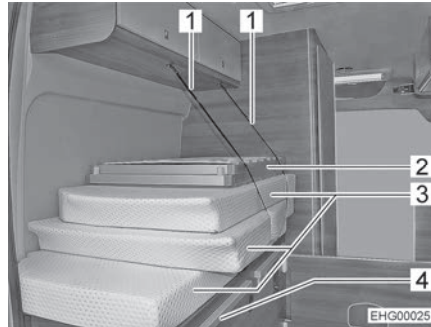
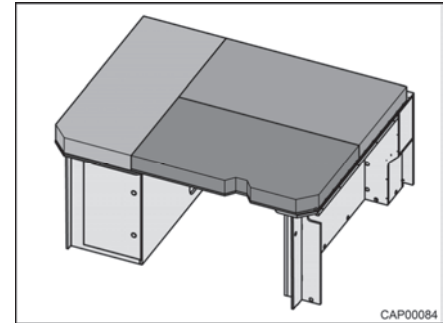

Bild 30 Bakre säng (transportläge)
Bild 31 Bakre säng (ombyggnad för sänggående)
- Lossa säkerhetsremmarna (Bild 30,1).
- Fäll upp sängbotten (Bild 30,2) och lägg den på listerna (Bild 30,4) över mittgången.
- Lägg ut dynorna (Bild 30,3) enligt Bild 31 på sängytan.
- Stapla dynorna och sängbotten enligt Bild 30 på det vänstra underskåpet.
- Säkra dynorna och sängbotten med säkerhetsremmar (Bild 30,1).